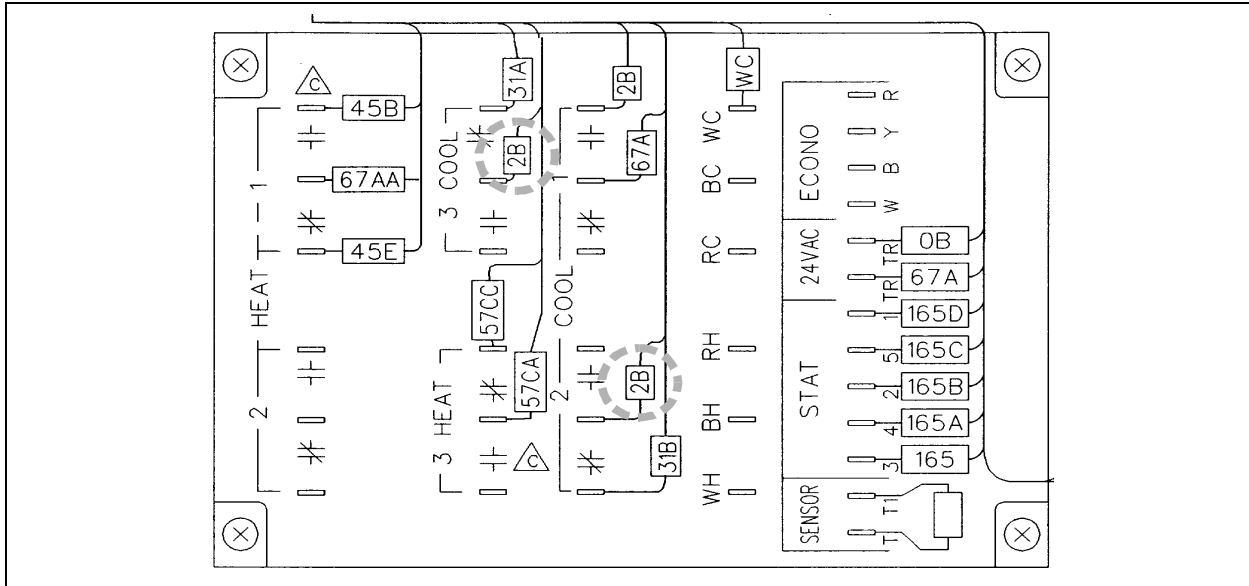

Figure 12: Panneau de contrôle de l'air climatisé: emplacement des fils 2B sur le commun du « Cool 2 » et « Cool 3 ».
7. Retirer et isoler les fils 2B branchés dans les bornes « Cool 2 » et « Cool 3 » du panneau de contrôle de l'air climatisé (figure 12);